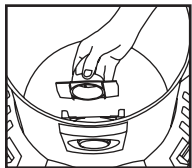

FIGURE 23
31. Retirez le déflecteur d'admission du guide de déflecteur. **REMARQUE :** Le tuyau doit être enlevé avant le retrait du déflecteur d'admission. **FIGURE 23.**